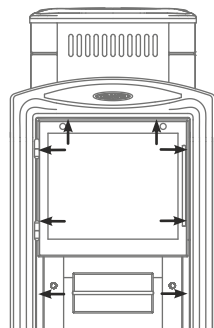

Рисунок 8 Места установки саморезов.
1. открутить саморезы 8 шт., которыми прикрепляется рамка с дверцей к топливному каналу, и снять ее; (см. рисунок 8)